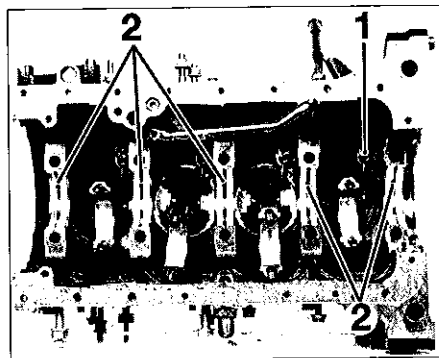

FIG.53
- Reposer les gicleurs de fond de pistons (1) (Fig.53).
- Monter dans le bloc-cylindres les coussinets (2) rainurés, huilés, suivant la classe déterminée pour chaque tourillon.